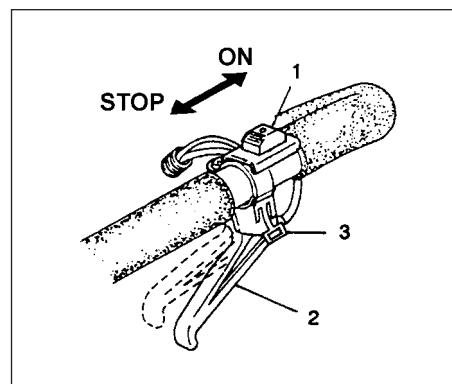

Рис. 2-2
1. Установить выключатель зажигания (1) в положение ON (ВКЛ). (Рис. 2-2)
2. Если имеется дроссельная заслонка (3), потянуть дроссельное пусковое устройство (2) и толкать дроссельную заслонку (3), затем медленно отпустить блокируемый рычаг.(Fig. 2-2)